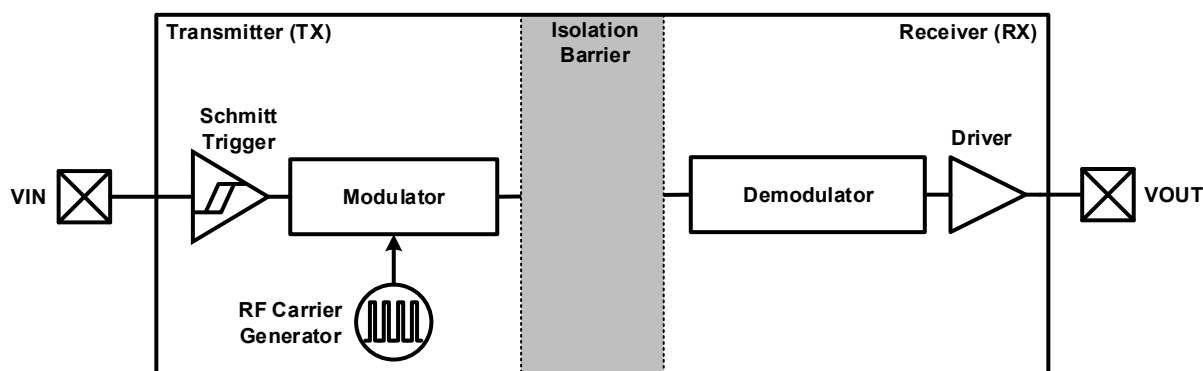
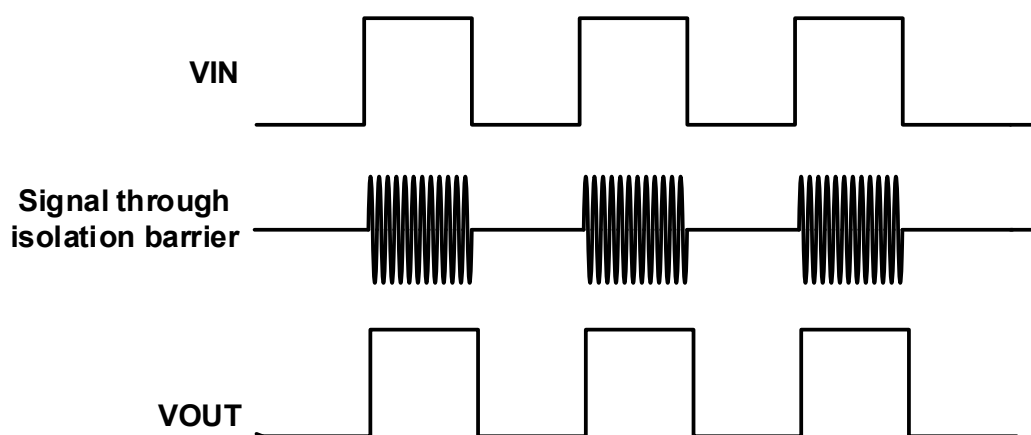

图 10-2 单通道功能框图
图 10-3 单通道波形示意图
高速隔离数据通道使用简单的开关键控 (OOK) 调制解调方案。由  $SiO_2$  构成的高压隔离电容为不同的电压域之间提供可靠的绝缘屏障，并提供可靠的高频信号传输路径。为了保证稳定的数据传输质量，发射机 (TX) 将输入信号调制到载波频率上，即 TX 在一个输入状态下通过隔离电容传递高频信号，而在另一个输入状态下无信号通过隔离电容，然后接收机根据检测到的调制信号重建输入信号。上述架构为隔离的不同电压域之间提供了可靠的数据传输路径，在启动时不需要考虑初始化。全差分的隔离电容架构可以最大限度地提高信号共模瞬态抗干扰能力。与电感耦合结构相比，电容耦合结构提供了更优的电磁抗扰性。图 10-2 和图 10-3 分别为单通道功能框图和调制方案的波形示意图。